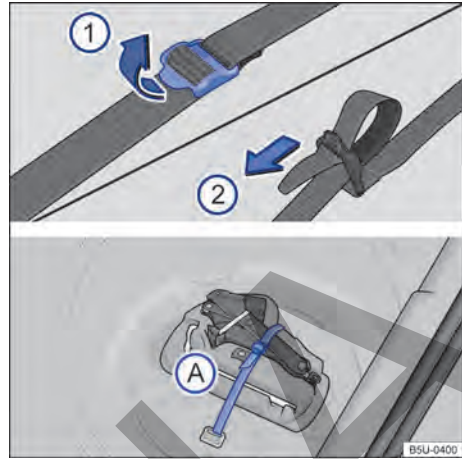

Fig. 119 En el maletero: cinta de fijación de la caja de herramientas y caja de herramientas de a bordo.
Para soltar la cinta de fijación → fig. 119 (A), tirar de la hebilla en el sentido de la flecha (1).